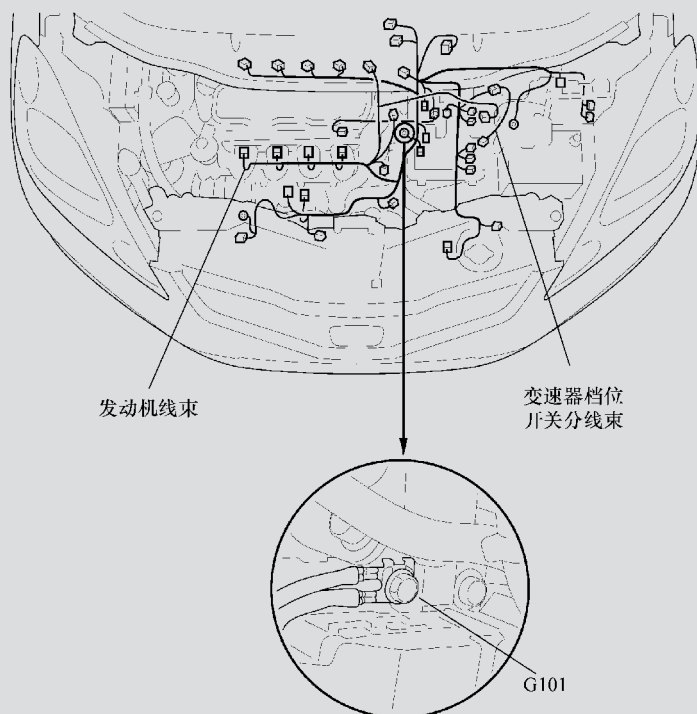

图 29-3 发动机上的接地点 G101
8) 如图 29-3 所示，处理发动机上的接地点 G101，对接地点进行拆卸、打磨和重新安装后，测量 7 号线的对地电压为 0.5V，恢复正常，车辆可以正常起动。